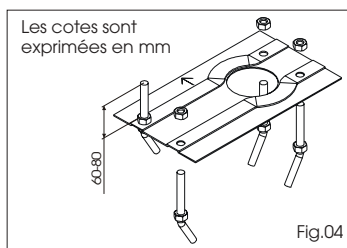

Fig.04
- 1- Assembler la plaque de fondation d'après la Fig. 04